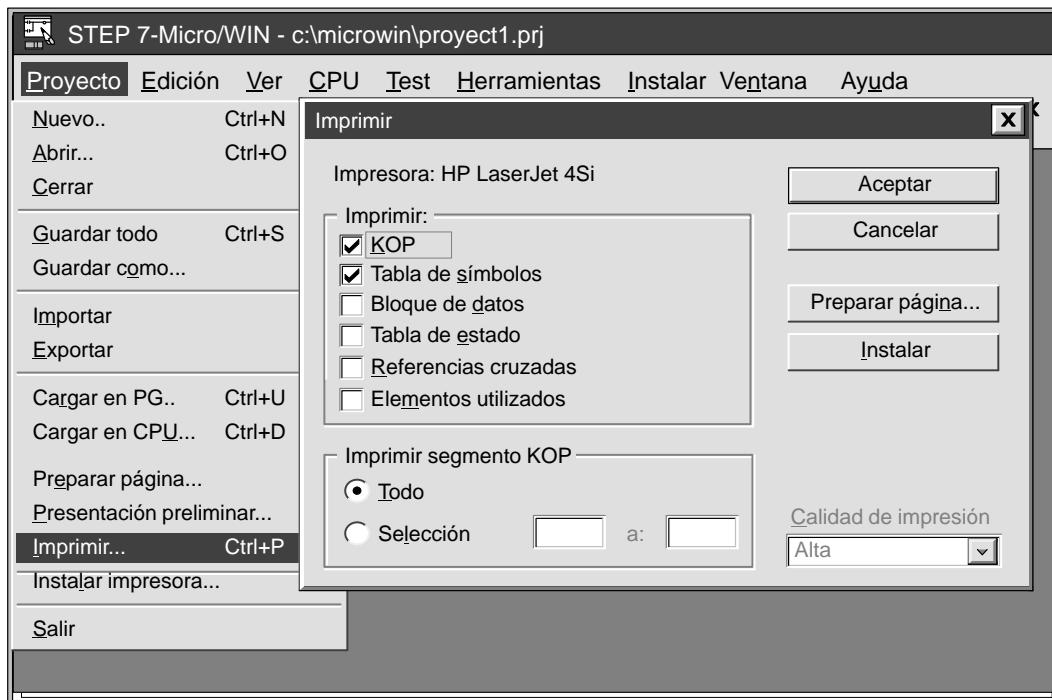

Figura 5-24 Cuadro de diálogo "Imprimir"
- Elija el comando de menú **Proyecto ▶ Imprimir....** Aparecerá el cuadro de diálogo "Imprimir" que muestra la figura 5-24.